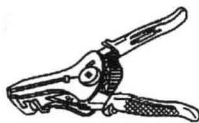

图 1-6 剥线钳
④ 剥线钳 专供电工剥除电线头部的表面绝缘层用。如图 1-6 所示。它是由刀口、压线口和钳柄组成。剥线钳的钳柄上套有额定工作电压 500V 的绝缘套管。